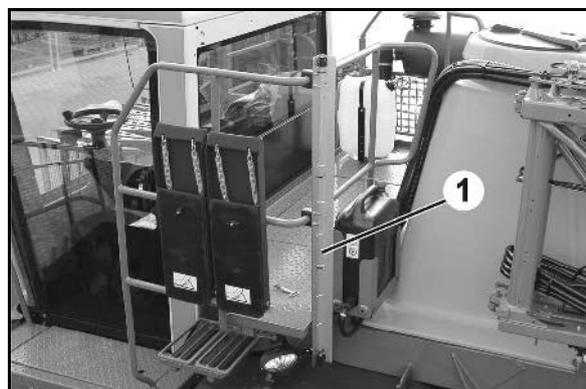

Рис. 73
- Следите за указателем уровня (Рис. 73/1).